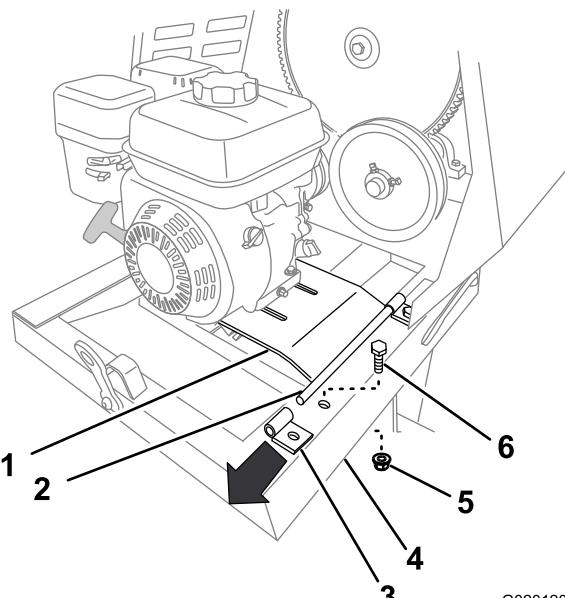

Figure 50
6. Retirez le boulon et l'écrou qui fixent le support arrière de la charnière de plancher moteur au cadre de la machine (Figure 50).
7. Soulevez le bord arrière du plancher moteur et déposez le support de charnière (Figure 50).
- Fixez le support arrière au cadre de la machine avec le boulon et l'écrou (Figure 50) retirés à l'opération 6 de Dépose du moteur (page 32).